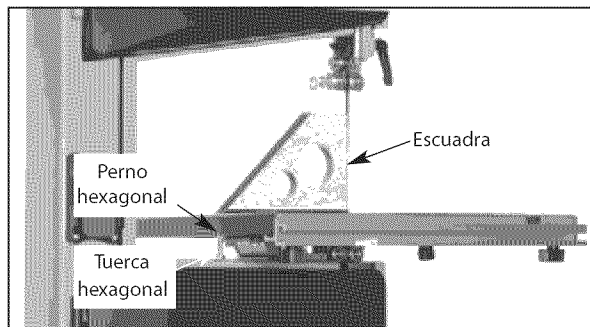

Figura 4 – Ponga la Mesa a Escuadra con la Hoja de la Sierra
- Con una llave, afloje la tuerca hexagonal en el bastidor (véase la Figura 4).